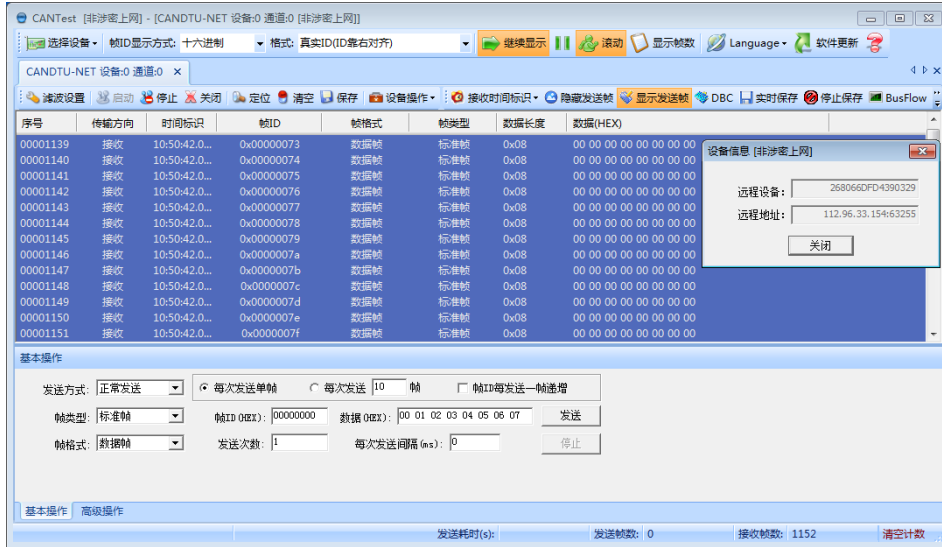

图 4.41 数据收发
4) 设备连接完成后如图 4.41 所示，数据显示区域即可显示收发的数据